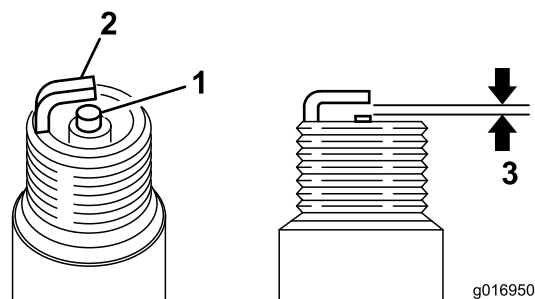

Рисунок 35
3. Зазор должен составлять 0,6–0,7 мм (Рисунок 35).